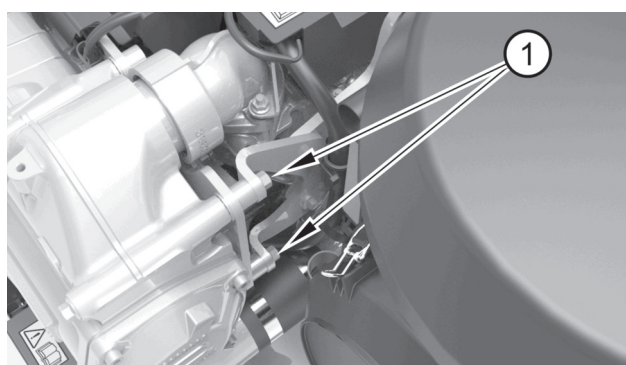

Figure 19
5. Retirez les vis de fixation de l'ensemble à l'arrière (figure 19, repère 1).